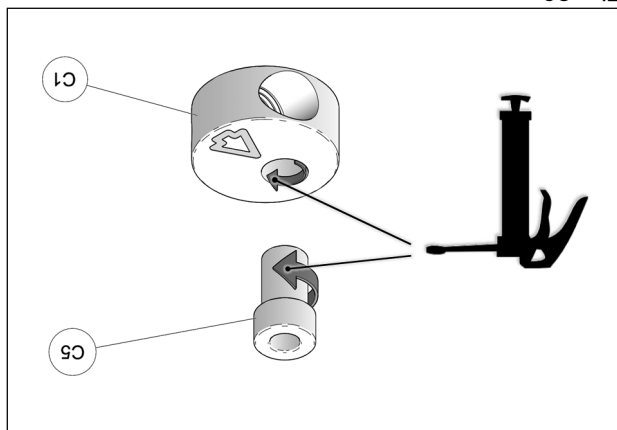

Fig. 23
11. À l'assemblage, les bagues espacers (C5) doivent être graissées. Appliquer une couche de graisse uniforme sur toute la circonférence de la bague espaceur et dans le logement du disque en aluminium (C1). Voir la Fig. 23